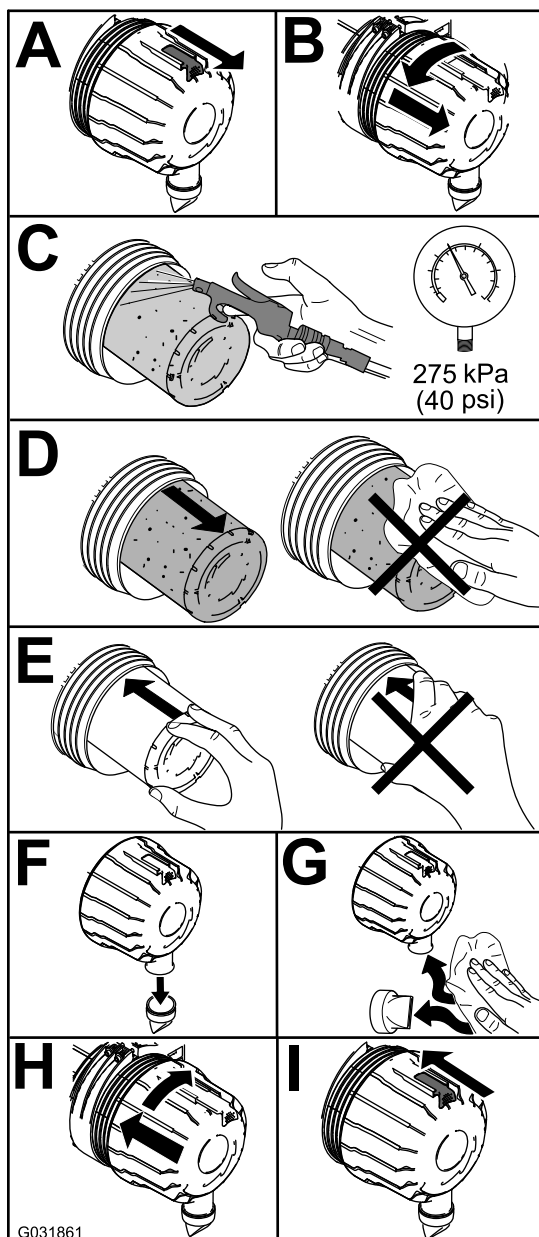

Figura 77
1. Substitua o filtro de ar (Figura 77).